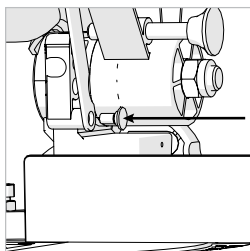

Fig. 28
- Remplacez le bas de manœuvre de protection et la vis du pivot de retenue. **(Fig. 28)**